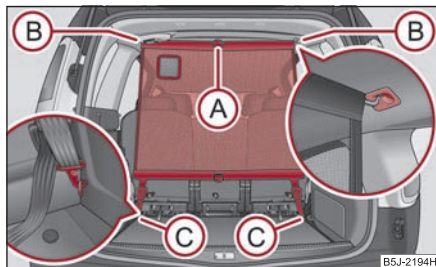

Fig. 80 Utilizarea plasei despărțitoare statice în spatele scaunelor din spate.
- Introduceți bara transversală în locul (B) pe o parte și apăsați bara în față. În același mod fixați bara pe partea cealaltă a autovehiculului, locul (B) ⇒ fig. 80.
- Prindeți carabinele (C) de la capetele centurii în inelele din spatele scaunelor din spate.
- Desprideți ceturile din ambele părți și desfaceți carabina (C) ⇒ fig. 80.
- Apoi scoateți bara transversală din locașele (B).